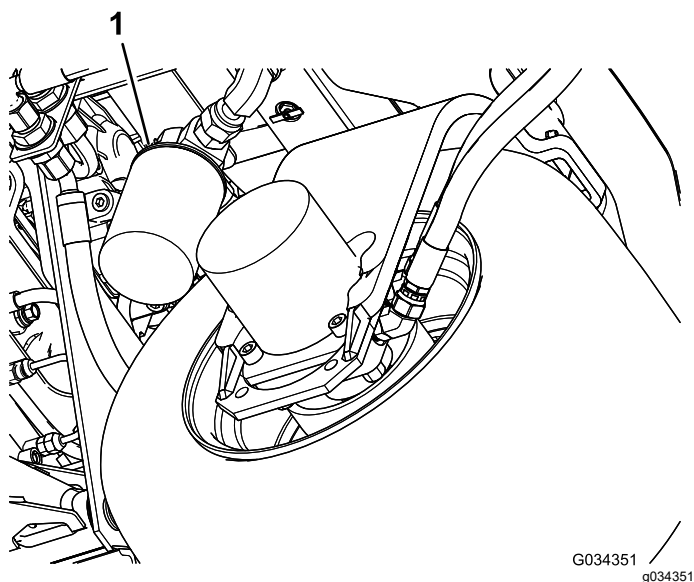

Figure 83
2. Nettoyez la zone autour de la surface de montage du filtre. Placez un bac de vidange sous le filtre (**Figure 83**) et enlevez le filtre.